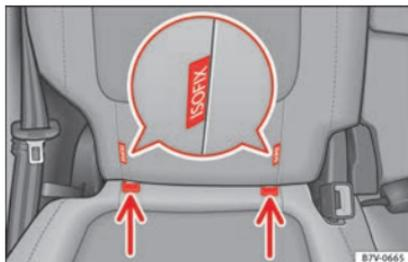

Fig. 37 Versão 2: identificação dos pontos de ancoragem para a cadeira de criança no banco do veículo.
- Encaixe a cadeira de criança nos anéis de fixação » » **Fig. 37**, no sentido da seta. A cadeira de criança deve encaixar de forma segura e audível.
- Coloque a cadeira de criança sobre o assento e enganche os ganchos dos cintos de fixação nos anéis de fixação » » **Fig. 37**.